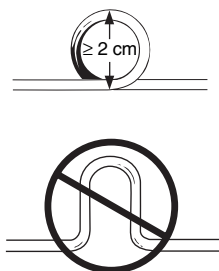

Figura 4. Come raccogliere l'elettrocattetero in eccesso.
- Arrotolare il corpo dell'elettrocattetero in eccesso ad anello circolare con diametro superiore a 2 cm. Non piegarlo né arrotolarlo a U (Figura 4). Un anello circolare diminuisce la possibilità di interferenze elettromagnetiche e le relative conseguenze impedendo strozzature o danni al corpo dell'elettrocattetero.